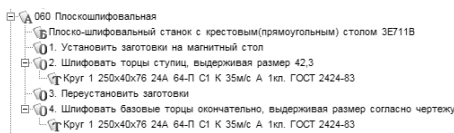

Рисунок 64
19. Добавьте в операцию *060 Плоскошлифовальная* вспомогательные переходы, связанные с переустановкой деталей в процессе обработки, а также основные переходы и инструмент согласно образцу на рис. 64.